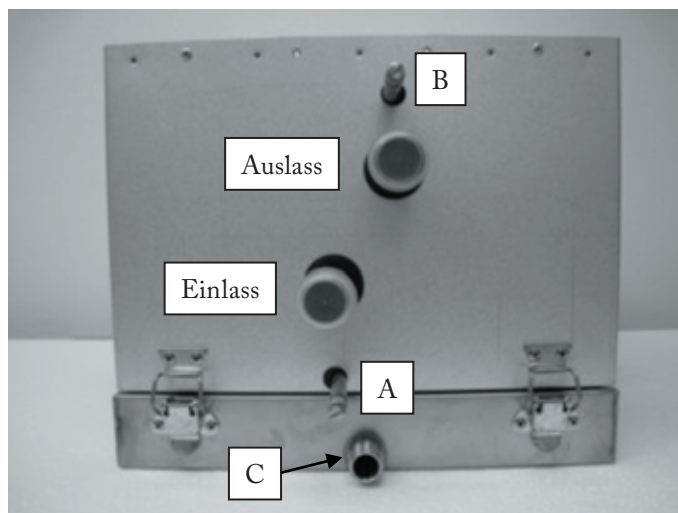

Abb. 1
Der Kondensatablauf (C Abb. 1) wird mit einem Geruchsverschluss angeschlossen um Luftleckage zu vermeiden. Achtung! Die Größe des Ablaufs ist so zu dimensionieren, daß das Wasser nicht in der Kondensatwanne stehen bleibt. Damit die Kondensatwanne auch ausgebaut werden kann, ist der Kondensatablauf so zu installieren, daß man ihn leicht demontieren kann.
3. Der Wasserzulauf ist am unteren Rohr anzuschließen (Einlass Abb. 1) und der Auslauf am oberen Rohr (Auslass Abb. 1). Der Zulauf ist mit einem Drainagenippel versehen (A Abb. 1) und der Auslauf mit einem Lüftungsnippel. (B Abb. 1).
5. Das Wasser des Kühlregisters kann über das Drainagenippel abgeleitet werden. (Kennzeichnung A Abb. 1).